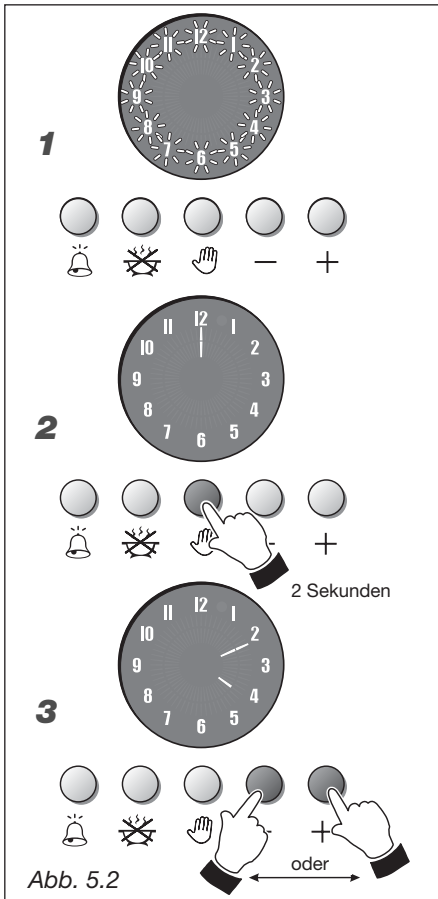

Abb. 5.2
UHR (Abb. 5.2)
1. Abb. 5.2 - Alle Nummern des Programmiergeräts blinken, wenn der Herd zum ersten Mal an das Stromnetz angeschlossen wird und nach jedem Stromausfall.
2. Abb. 5.2 - Zur Einstellung der Uhrzeit eine Sekunde lang die Taste  drücken; daraufhin leuchtet der Zeiger auf der 12 auf.
3. Abb. 5.2 - Innerhalb von 7 Sekunden die Taste  oder  drücken, um den Stunden- und Minutenzeiger einzustellen. 7 Sekunden nach der Einstellung erscheint der Sekundenzeiger.